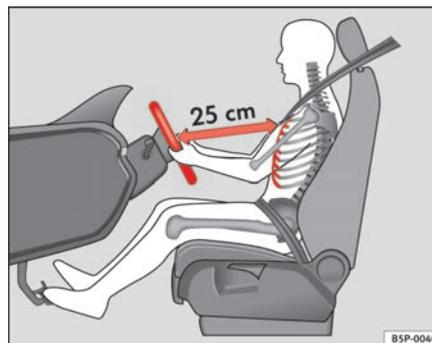

Abb. 114 Die richtige Sitzposition des Fahrers
- Stellen Sie das Lenkrad so ein, bis die gewünschte Einstellung erreicht ist ⇒ Abb. 114.
- Stellen Sie den Fahrersitz oder das Lenkrad so ein, dass der Abstand zwischen Lenkrad und Brustbein mindestens 25 cm beträgt ⇒ Seite 155, Abb. 114. Wenn Sie den Mindestabstand nicht einhalten, kann Sie das Airbag-System nicht schützen – Lebensgefahr!